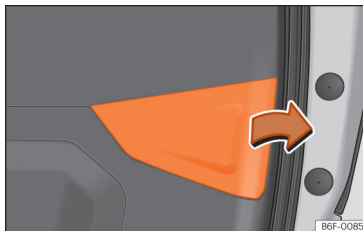

Fig. 172 Porta da bagageira aberta: retirar a tampa.
- Retirar a tampa da porta da bagageira no sentido da seta »» **Fig. 172**.